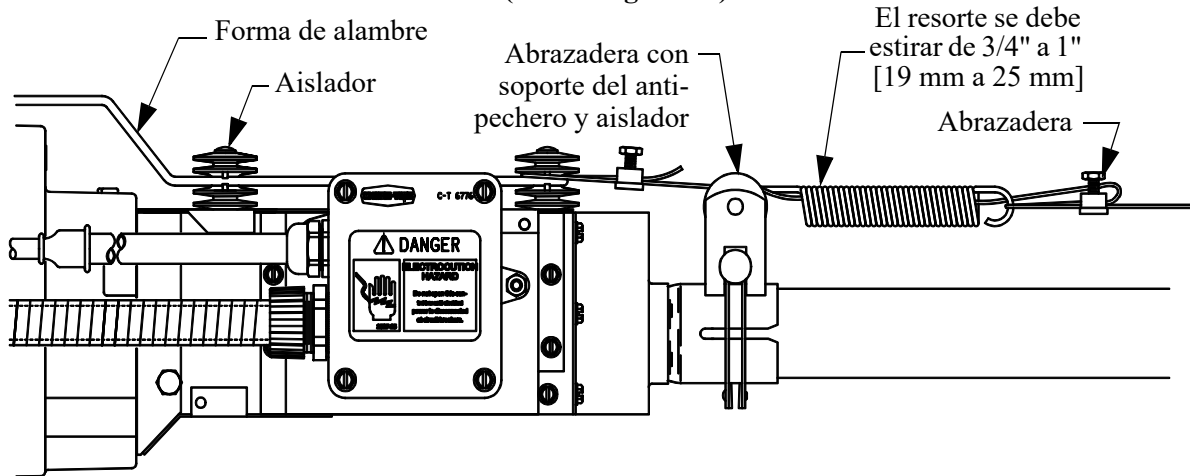

Figura 40. Instalación del sistema antiperchero en la unidad de control
9. En la unidad de control, después de fijar el cable al resorte, cortar el cable de 8" a 10" [200 a 250 mm] más largo que lo necesario. Pasar el extremo del cable por el centro del resorte, alrededor del primer aislador en la unidad de control y fijarlo con la abrazadera de cable provista con la unidad de control. (Ver la Figura 40). Instalar el marco de alambre en los aisladores de la unidad de control. Asegurarse que el protector encaje en los retenedores moldeados en los aisladores. (Ver la Figura 40).